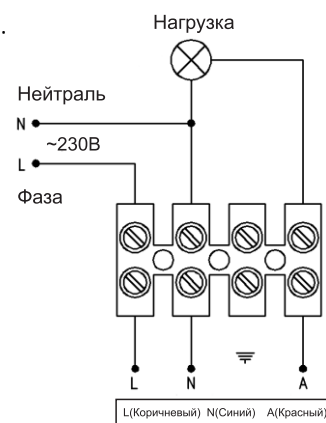

Рис.3
4. Подключите сетевые провода и нагрузку к клеммным зажимам в соответствии со схемой (см. рис.3):